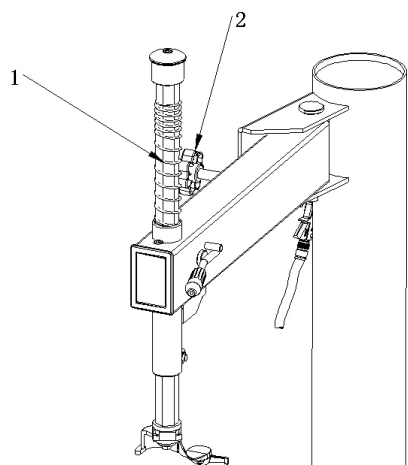

Рис. 10.4
10.4 Закройте пружину вертикального вала (1) на вертикальном валу. Установите винт, отсоединенный от крышки вертикального вала, и с помощью маховика вверните его во втулку гайки поворотной лапы, как показано на рис. 10.4